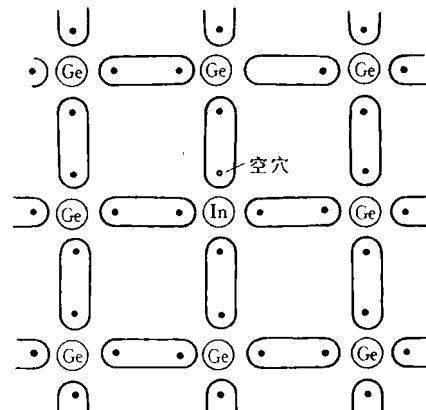

图1—15 P型半导体
2. P型半导体 如果在硅或锗单晶体中掺入少量的三价元素硼（B）或铟（In），如图1—15所示。由于硼或铟原子的最外层只有三个电子，它要与四个相邻的硅或锗原子组成共价键，因共价电子数不够，从而硼或铟原子附近就存在着一个能拘留电子的空穴。在这种半导体里，空穴比自由电子多得多，半导体的导电，主要靠空穴。这类半导体称为空穴型半导体或P型半导体。在P型半导体中，空穴是多数载流子，自由电子是少数载流子。